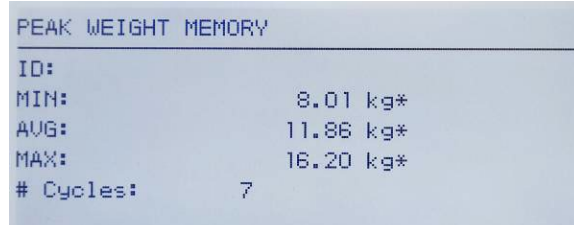

Figura 4-19: Pantalla de memoria de peso pico
El enfoque debe estar en el ícono INFORMES , de manera que presione ENTER  para entrar en la vista de memoria. La pantalla Memoria de peso pico aparecerá como se ilustra en la Figura 4-19.
La Figura 4-19 muestra la pantalla Memoria de peso pico. Los campos de esta pantalla se actualizan al final de cada ciclo de peso pico.
1. En la pantalla Memoria de peso pico (Figura 4-19), al presionar la tecla BORRAR  se activa un mensaje del operador que solicita la confirmación para borrar la memoria.